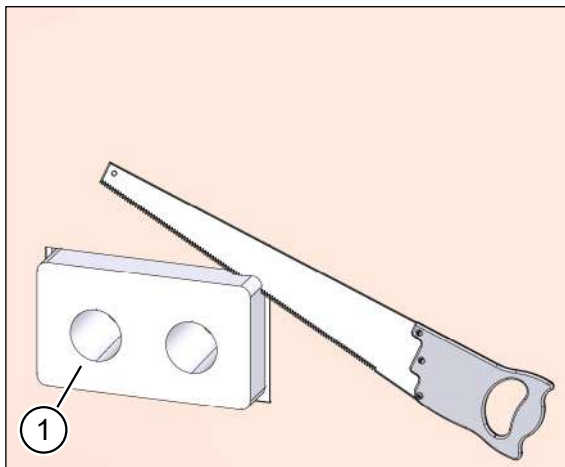
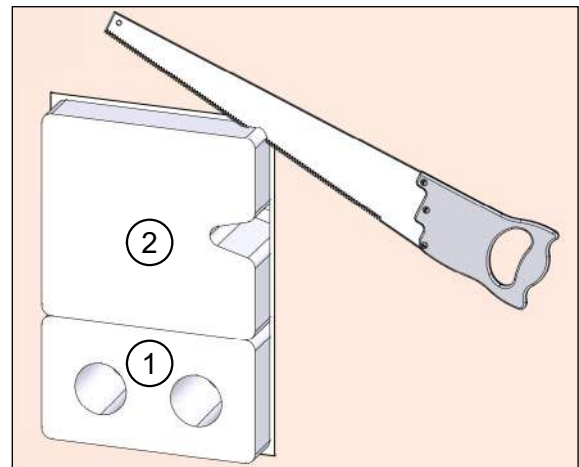

Abb. 34: Mauerkasten **ohne** Füllstück anpassen
Abb. 35: Mauerkasten **mit** Füllstück anpassen
- ▶ Kürzen Sie mit einer Styroporsäge den überstehenden Mauerkasten (Pos. 1 in Abb. 34 und Abb. 35) und ggf. das Füllstück (Pos. 2 in Abb. 35), so dass diese bündig mit der Außenwandseite oder der angebrachten Dämmung sind.